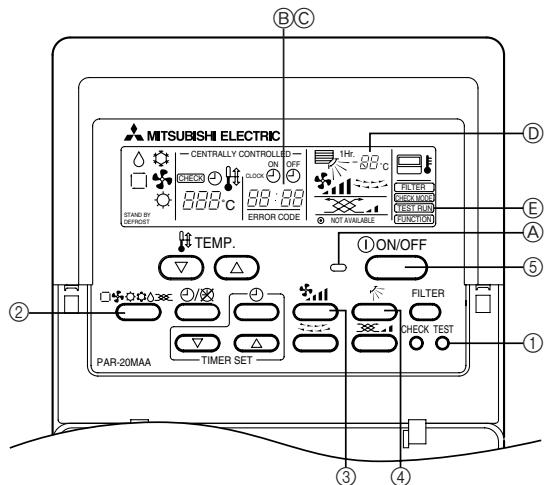

Fig. 6-1
6. Prueba de funcionamiento (Fig. 6-1)